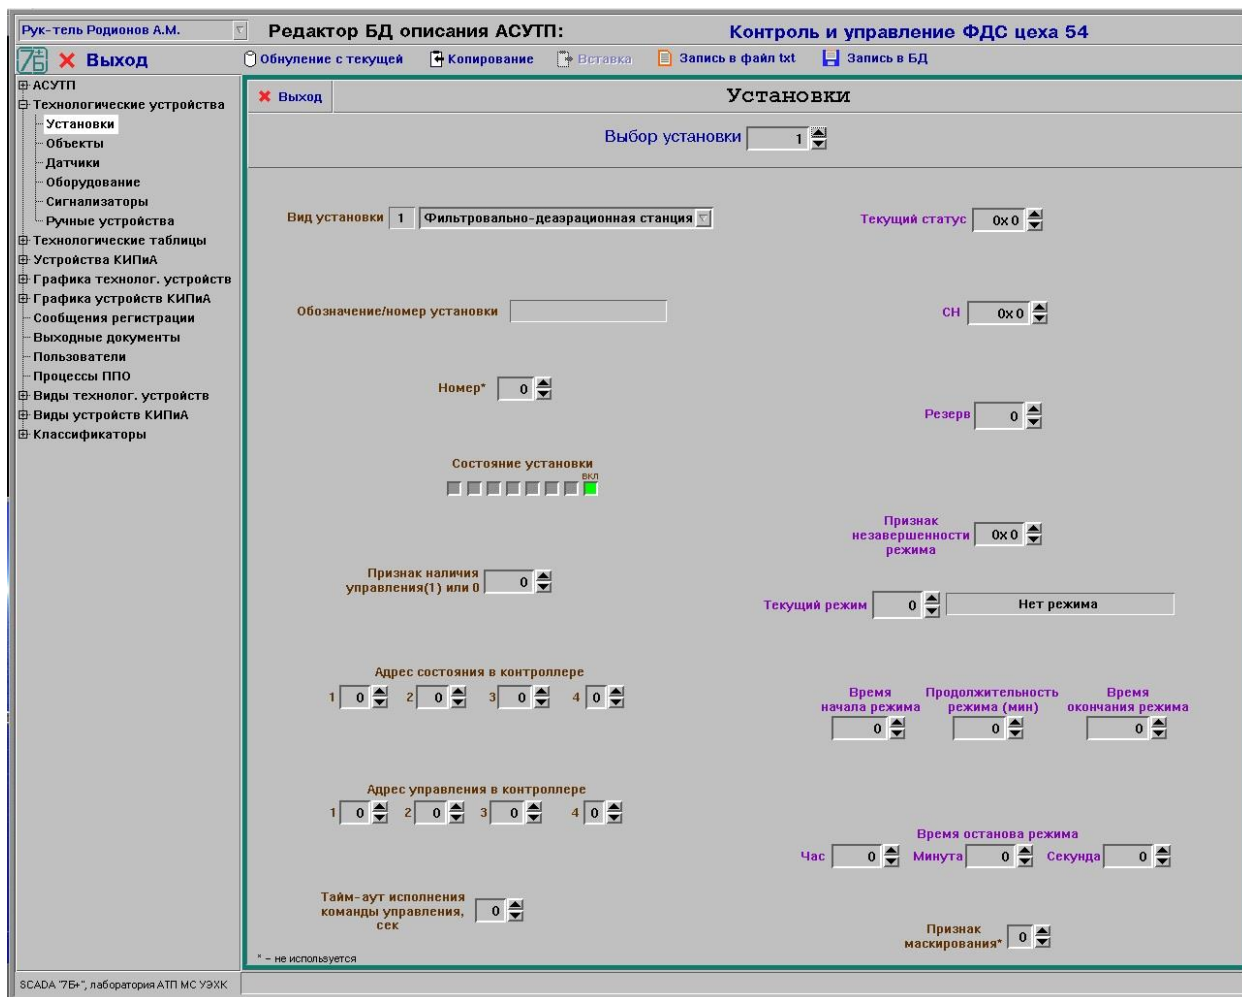

Рисунок 4 - Окно редактирования параметров установки
8.3.5 В окне редактирования параметров установки (см. рис. 4) отображаются следующие параметры, записанные в БД, и которые может откорректировать пользователь:
- состояние установки: установка включена (1) или выключена (0, не контролируются параметры);